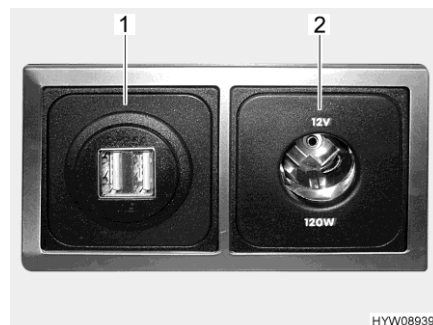

Fig. 69 Combinazione di presa USB e 12 V (esempio)
- Presse USB** È possibile caricare le batterie di dispositivi con corrente di carica fino a 2,5 A, collegando i dispositivi alla presa USB (Fig. 69,1).
- Presse a 12 V** La presa da 12 V (Fig. 69,2) consente di collegare apparecchi con consumo di corrente massimo pari a 10 A (potenza pari a 120 W).